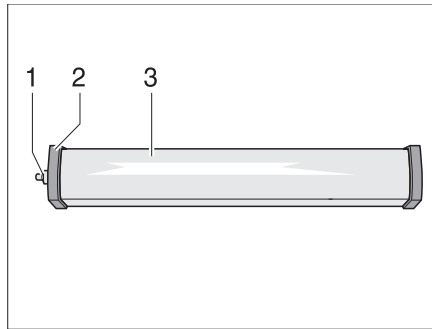

Bild 295 Raumleuchte
- Kappe (Bild 295,1) abschrauben.
- Deckel (Bild 295,2) abnehmen.
- Leuchtenabdeckung (Bild 295,3) leicht zusammendrücken und abnehmen.